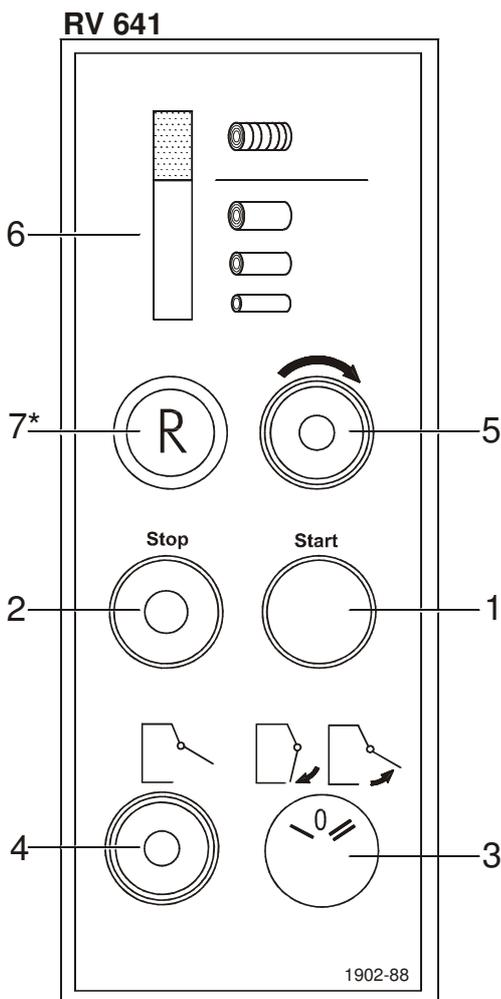
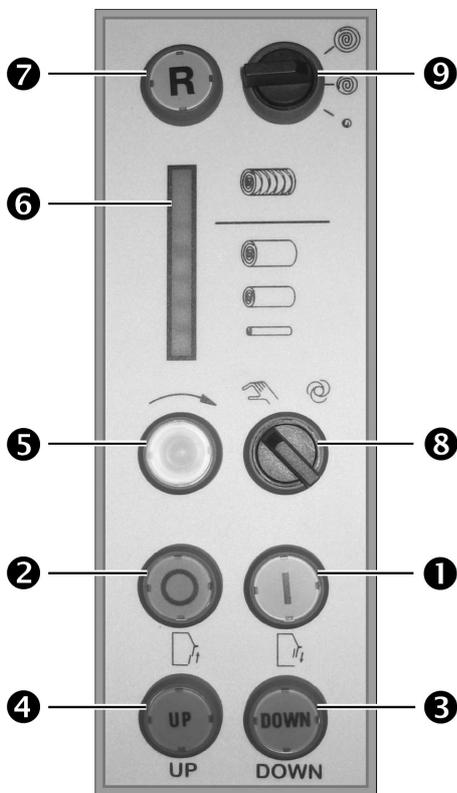

Bild 11
Bild 13
2. Starttaste [1], (Bild 11) betätigen. Falls der Einzugsgurt nicht in Förderrichtung nach unten läuft, Kabel im Stecker durch eine Fachkraft umpolen lassen.
3. Prüfen, ob die Ballenauswurfklappe geschlossen ist. Andernfalls durch Linksdrehung des Drehschalters [3], (Bild 11) schließen.
- Stoptaste [2], (Bild 11) betätigen.
- **Achtung!** Um unnötigen Verschleiß zu vermeiden, schaltet der RV 641 / RV 642 automatisch nach ca. 5 Minuten ab. Zur Fortsetzung der Arbeit ist lediglich die Starttaste [1], (Bild 11) erneut zu betätigen.
Durch Betätigen der Not-Aus-Schaltleisten [3], (Bild 12) oder durch Drücken der Stoptaste [2], (Bild 11) ist jederzeit ein sofortiges Abschalten möglich.
- Maschine mit Starttaste [1], (Bild 13) erneut starten.
Beim Rollverdichter RV 642 kann der Ballendurchmesser in 3 Stufen über den Drehknopf [9], (Bild 13) vorgewählt werden.
2. Danach öffnet sich der Materialeinzugskeil, und es kann weiteres Material von der Presse störungsfrei aufgenommen werden, bis in der Leuchtskala [6], (Bild 13) der rote Bereich aufleuchtet.
Bei Materialverstopfungen während des Verdichtens kann durch Betätigen der Drucktaste [7\*] (RV 641, Bild 11) bzw. (RV 642, Bild 13) ein Rückwärtslaufen der Maschine ausgelöst werden. Dabei wie folgt verfahren:
1. Stoptaste [2], (Bild 11) betätigen.
2. Drucktaste [7], (Bild 11) drücken, einige Sekunden gedrückt halten, Hauptband läuft rückwärts.
3. Danach Starttaste [1], (Bild 11) betätigen, es kann weiteres Material zugeführt werden.